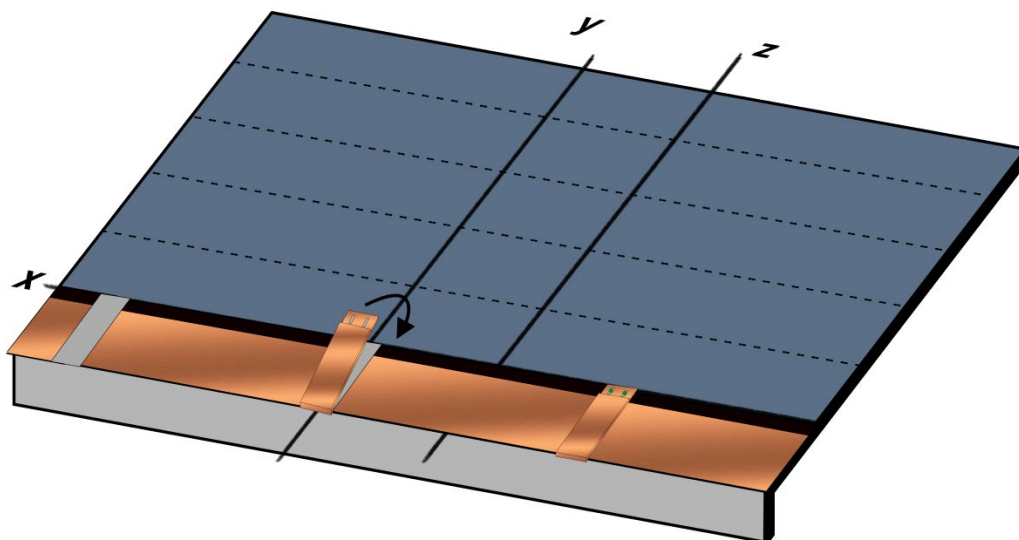
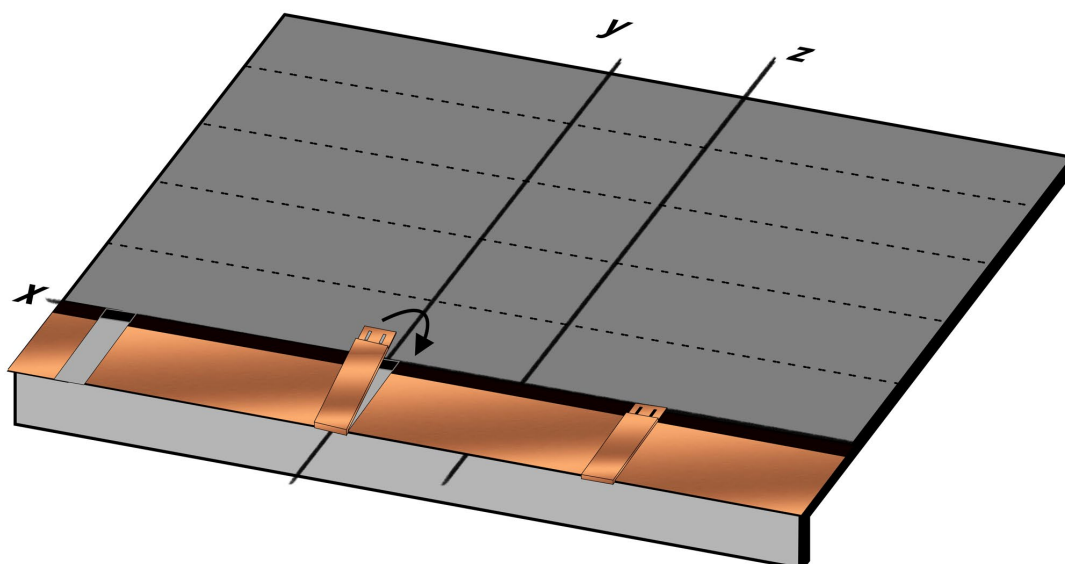

**Fig. 7 - Compact Strip**
**Fig. 19** - Installazione del Compact Strip
- Dal rotolo di sigillante Compact Strip, tagliare dei pezzi di lunghezza 34cm - Fig. 7. Posizionare il pezzo così predisposto di Compact Strip al centro della giunzione tra due tegole consecutive (Fig. 8), applicando una pressione tale da ottenere una perfetta adesione con il substrato. Non rimuovere il film superiore antiaderente della striscia di Compact Strip.
- Dal rotolo di sigillante Compact Strip, tagliare dei pezzi di lunghezza 34cm - Fig. 7. Posizionare il pezzo così predisposto di Compact Strip al centro della giunzione tra due tegole consecutive (Fig.19), applicando una pressione tale da ottenere una perfetta adesione con il substrato. Non rimuovere il film superiore antiaderente della striscia di Compact Strip, ma tagliarne solo la parte superiore indicata in rosso in Fig. 20, in modo da esporre una parte di nastro butilico.